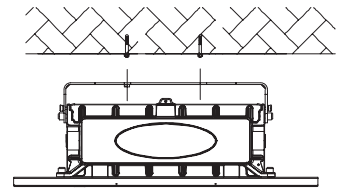

Figure 3
3. The holes on the bracket should be aligned with the expansion screws (Figure 3).
3. Les trous du support doivent être alignés avec les vis d'expansion (Figure 3).